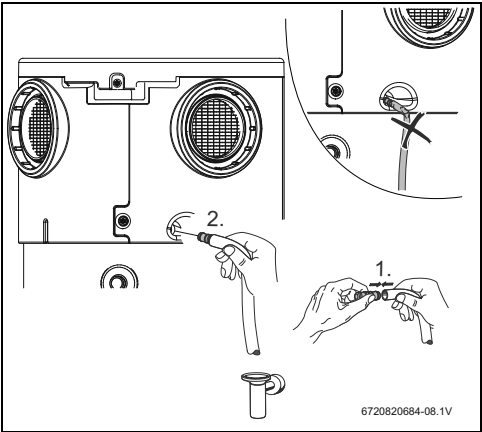

Fig. 12 Conducto del agua condensada
- ▶ Antes de instalar la pieza en el aparato, conectar el conducto de condensado a la salida de condensados (Fig. 12).